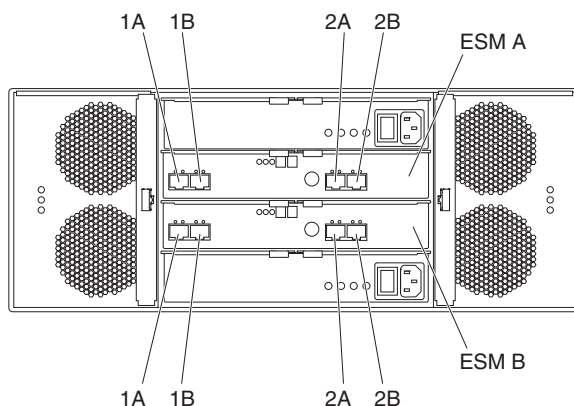

Figura 49. Etiquetas de Porta EXP5060
3. A porta de unidade do controlador DS5100 ou DS5300 deve sempre se conectar à porta EXP5060 ESM etiquetada com 1B em configurações sem entroncamento e as portas EXP5060 ESM etiquetadas com 1B e 2B em configurações com entroncamento do lado da unidade. A Figura 49 na página 82 mostra as etiquetas de porta no EXP5060.